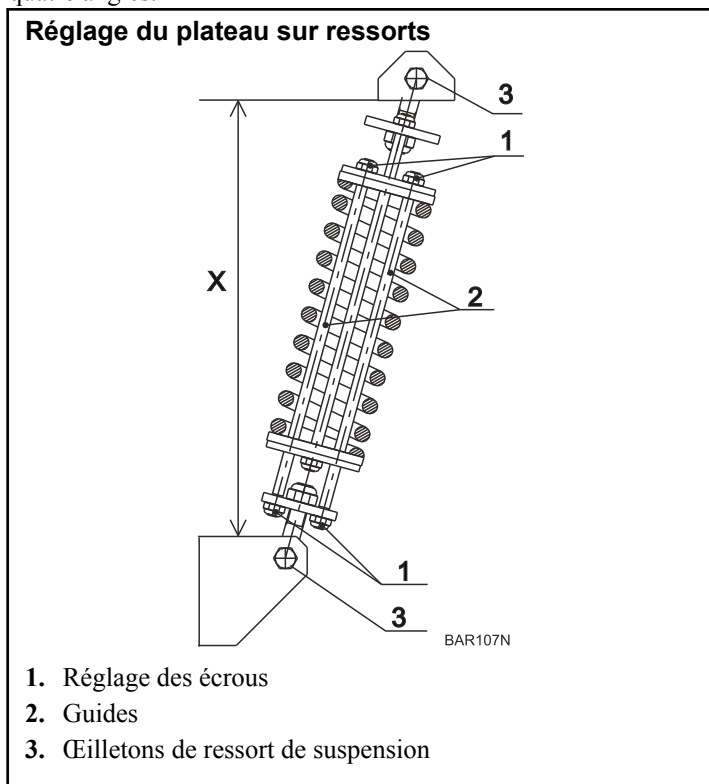

Figure 47
1. Œilletons du ressort de suspension. Voir Figure 47 , pos. 3.
2. Poignée de manœuvre des ressorts. Voir Figure 47 , pos. 2.
Si la partie vibrante de la machine n'est pas en position horizontale sans linge et sans eau, ou si le remplacement du plateau sur ressorts a été effectué, il est nécessaire de régler le plateau sur ressorts. Voir *Figure 47*. Le réglage s'effectue en tournant les boulons (1) par le même nombre de fils, toujours en même temps, sur les poignées de manœuvre opposées (2) du plateau sur res-